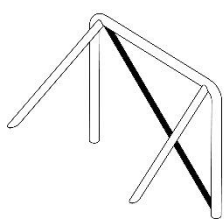
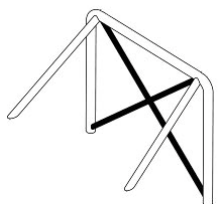

Рис.1
Рис.4
9.1. Для автомобилей всех типов кузовов установка каркаса безопасности рекомендуется. Минимально должна присутствовать главная предохранительная дуга с задними подпорками и диагональным элементом. Возможное расположение диагонального(ых) элемента(ов) изображено: на Рис. 1 – 3 - минимально необходимая схема, на Рис. 4 – 6 - рекомендуемая.